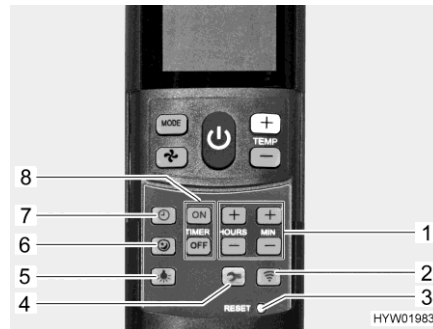

Bild 123 Fernbedienung mit Einstellungstasten (Klimaanlage)
Sanftlauf einschalten: ■ Taste Sanftlauf (Bild 123,6) drücken. Im Kühlbetrieb läuft das Gebläse dann mit niedriger Drehzahl und deshalb besonders leise.
Uhrzeit einstellen: ■ Taste Uhrzeit (Bild 123,7) drücken.
■ Mit den Tasten (Bild 123,1) Stunden und Minuten einstellen.
Einschaltzeit programmieren: ■ Taste "ON" (Bild 123,8) drücken.
■ Tasten für die Zeiteinstellung (Bild 123,1) drücken, bis die gewünschte Zeitspanne bis zum Einschalten erreicht ist.
■ Taste "ON" (Bild 123,8) drücken.
Ausschaltzeit programmieren: ■ Taste "OFF" (Bild 123,8) drücken.
■ Tasten für die Zeiteinstellung (Bild 123,1) drücken, bis die gewünschte Zeitspanne bis zum Ausschalten erreicht ist.
■ Taste "OFF" (Bild 123,8) drücken.
Timer deaktivieren: ■ Taste "ON" oder Taste "OFF" (Bild 123,8) erneut drücken.
Beleuchtung einschalten: ■ Taste Licht (Bild 123,5) drücken. Das Licht wird mit der zuletzt eingestellten Dimmstufe eingeschaltet.
Beleuchtung dimmen: ■ Taste Licht (Bild 123,5) drücken und gedrückt halten, bis die gewünschte Helligkeit erreicht ist.
Beleuchtung ausschalten: ■ Taste Licht (Bild 123,5) drücken.
- ▷ Die Taste Setup (Bild 123,4) dient dazu, die Fernbedienung bei der ersten Inbetriebnahme mit der Klimaanlage zu verbinden.